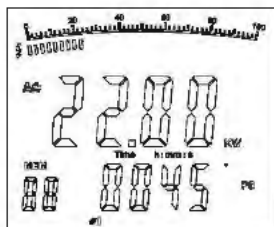

Рис. 7
1. Нажать кнопку **SEL**, чтобы выбрать первую фазу $\varnothing 1$, см. рис. 7. На двухуровневом экране отображается активная мощность кВт и значение PG (угол фазы) первой фазы 1.